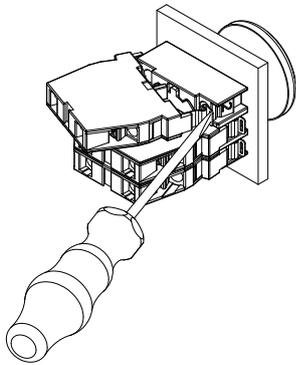

Fig.8
1. A desmontagem dos elementos de contacto EF é realizada com a ajuda de uma chave de fendas do tamanho 2 (ver a fig. 8).